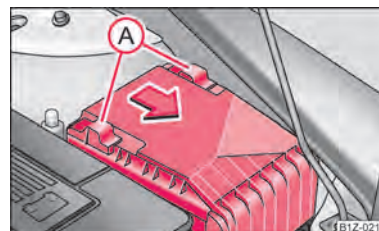

Fig. 177 Cache des fusibles dans le compartiment moteur
- Faites glisser l'étrier de sûreté (A) ⇒ fig. 177 jusqu'en butée : le symbole  s'allume derrière l'étrier de sûreté. Retirez alors le cache.